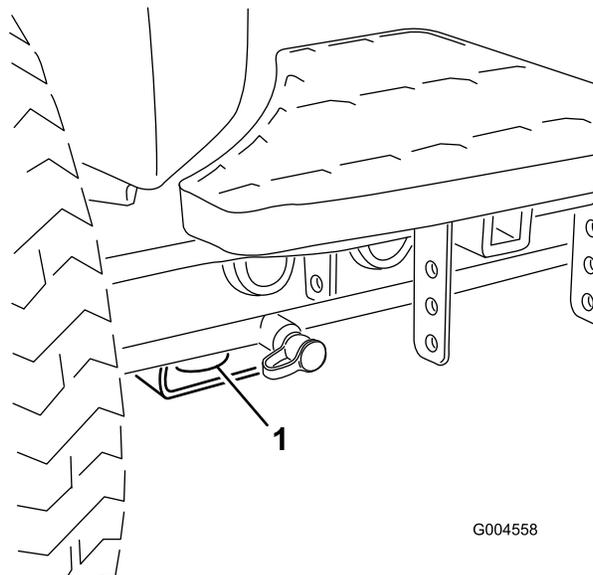

Figura 44
- Dianteira – o orifício na pastilha rectangular, por baixo do tubo do eixo, dentro de cada pneu dianteiro (Figura 44).